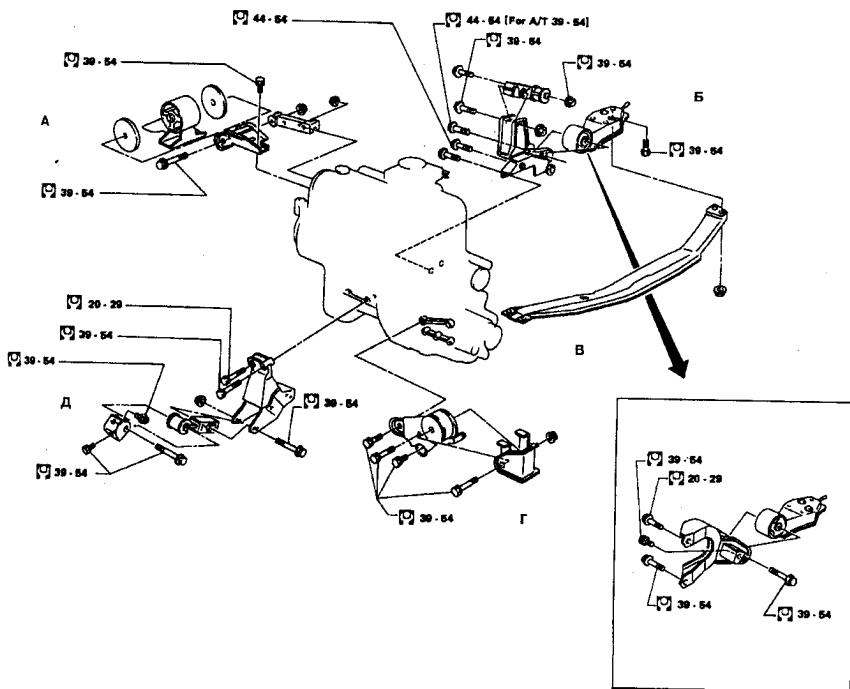

Рис. 1.34 Элементы крепления двигателя и коробки передач (См. Раздел 21)
6. Установите гибкие крепления и вставьте крепежные болты. Элементы крепления показаны на Рис. 1.34. Не затягивайте болты крепления до требуемого момента